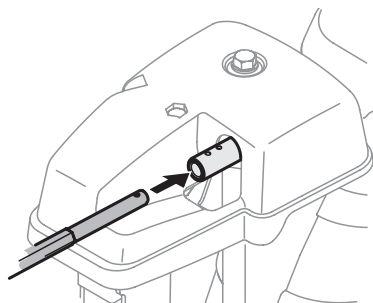

Figure 2-20
2. Insérez l'extrémité ronde de la tige de commande de la goulotte (trou se dirigeant vers le haut) au fond dans la commande de la goulotte. Voir Figure 2-20.